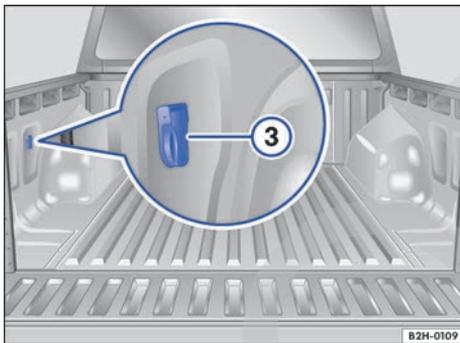

Fig. 98 En la superficie de carga: toma de corriente de 12 voltios.
- dado el caso, en el portaobjetos del tablero de instrumentos ②;
- dado el caso, en el panel lateral izquierdo de la superficie de carga ⇒ fig. 98 ③.